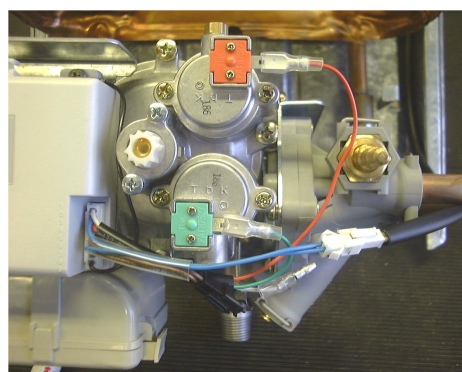

Fig. 4
5. Desconectar restantes terminais (válvula servo e piloto, microswitch e dispositivo controlo de gases de combustão (Fig. 4).